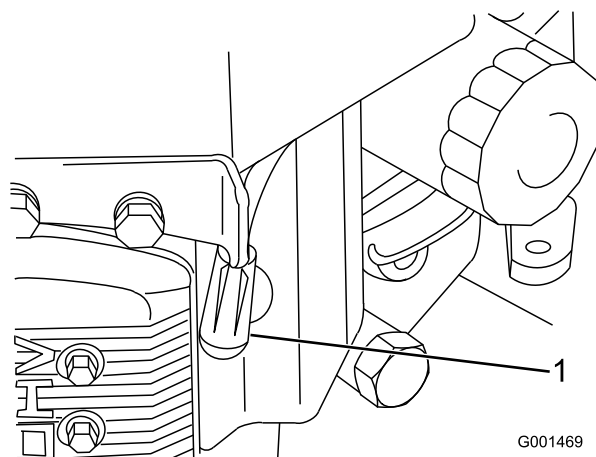

Figure 32
3. Débranchez les fils des bougies (Figure 32).